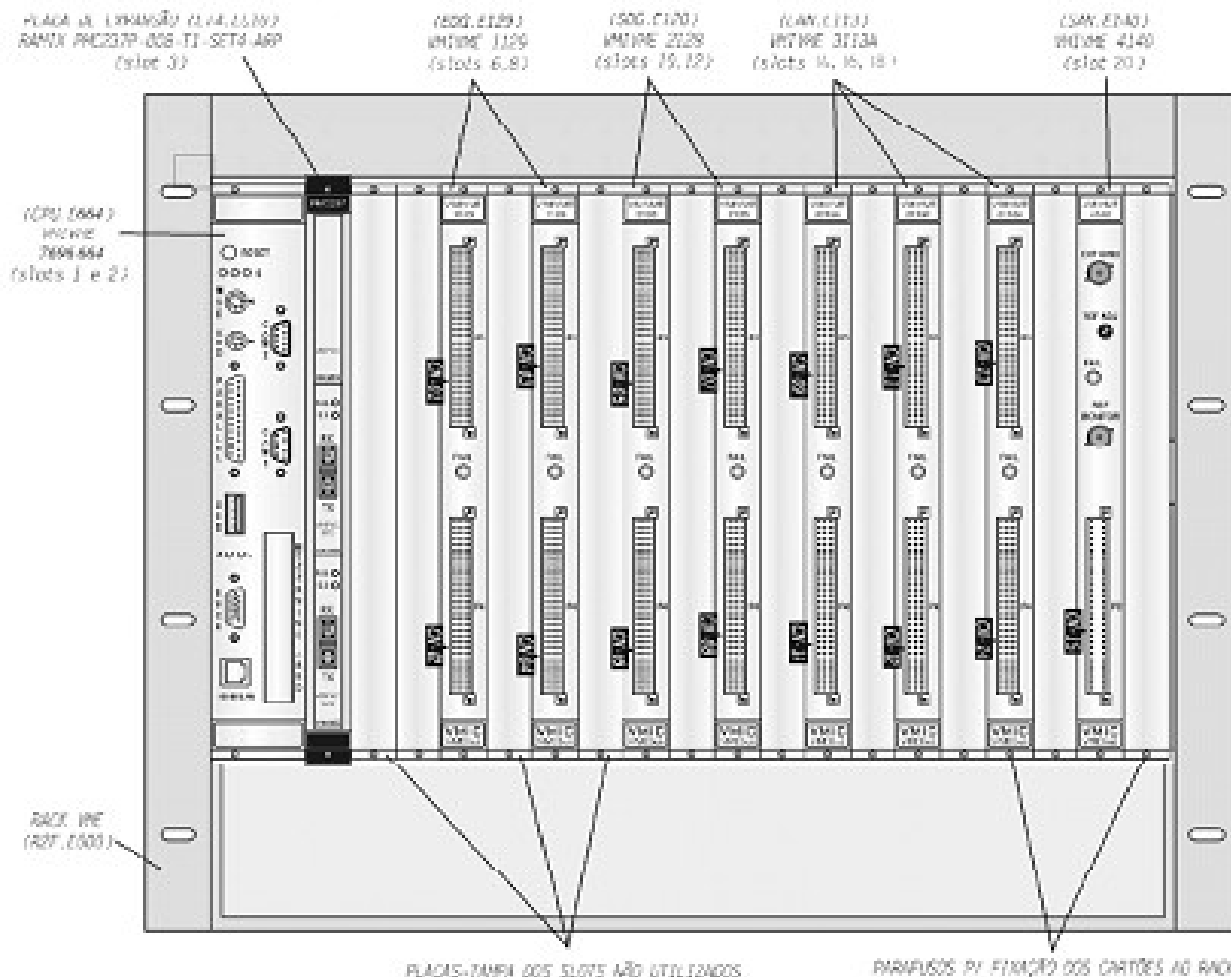

Figura 3.74. Disposição dos cartões eletrônicos no Rack VME da RAA1 e RAA2.
A **figura 3.74** abaixo mostra a instalação dos cartões eletrônicos no Rack VME (R2F.E500) das estações Remotas RAA1 (BE) e RAA2 (BB).